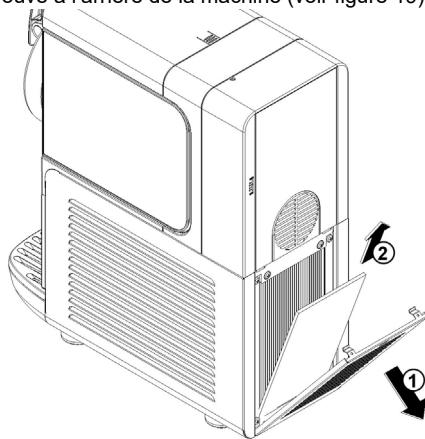

figure 19
d'origine du fabricant (voir figure 19).
- 6** Tous les mois : éliminer la poussière accumulée sur le filtre du condenseur qui se trouve à l'arrière de la machine (voir figure 19).